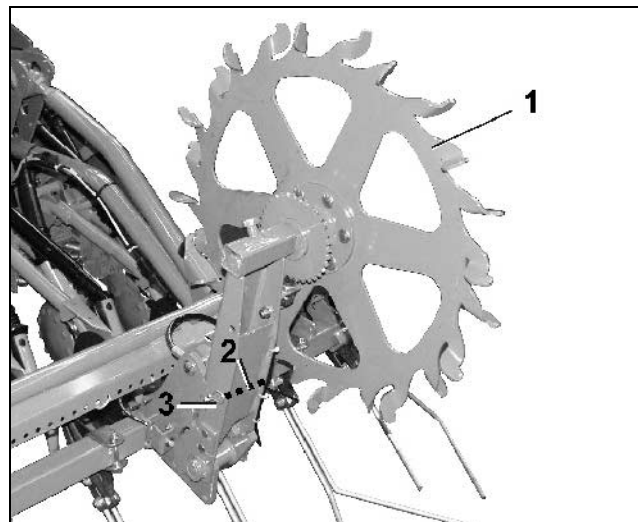

Fig. 100
- Levantar brevemente la rueda de espolones con la mano (Fig. 100/1), aflojar pasador elástico (Fig. 100/3), extraer perno (Fig. 100/2) y bajar rueda de espolones.